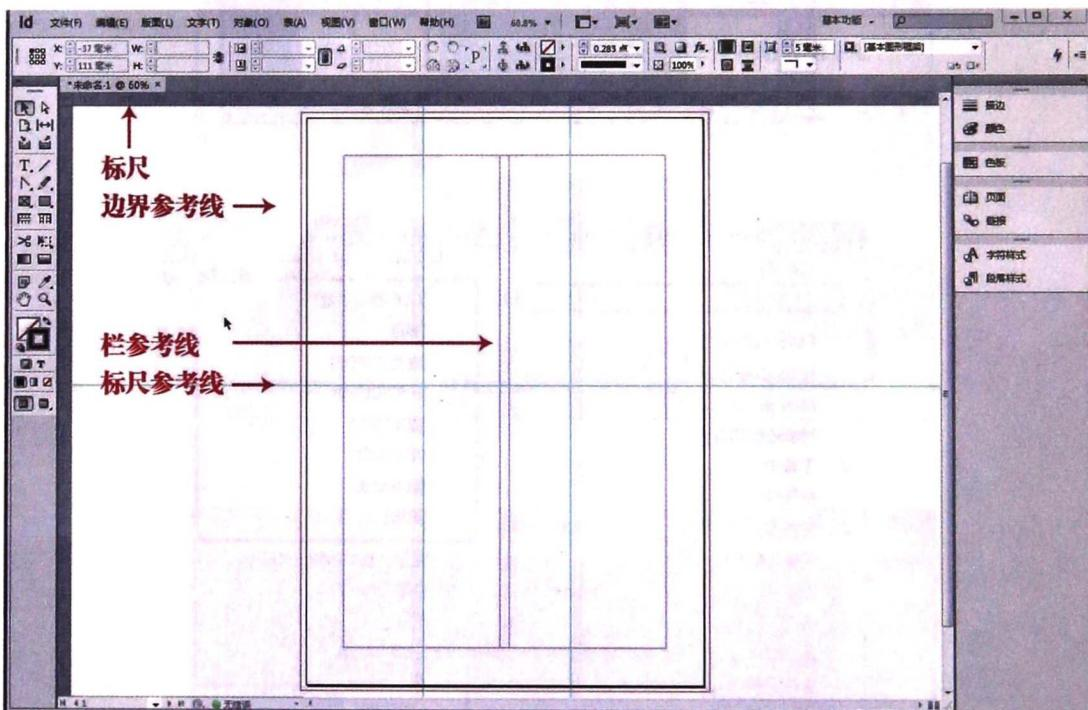

图 0-23
2) 标尺: 标尺有助于在水平或垂直方向上定位, 精确调整图像、文字的位置。在【视图】菜单中, 点击【显示标尺】(图 0-23)。
3) 参考线: 可以帮助多个元素快速找到相应位置, 进行对齐或分布。参考线分为“边界参考线”、“栏参考线”、“标尺参考线”三种, 前两种是新建文件时设置之后, 默认打开的。“标尺参考线”可以通过手动方式建立, 首先使用【选择工具】将鼠标放在标尺上, 按住左键拖拽就会新建一条参考线。如果希望设置精确位置, 可通过输入坐标数值进行调整 (图 0-23)。